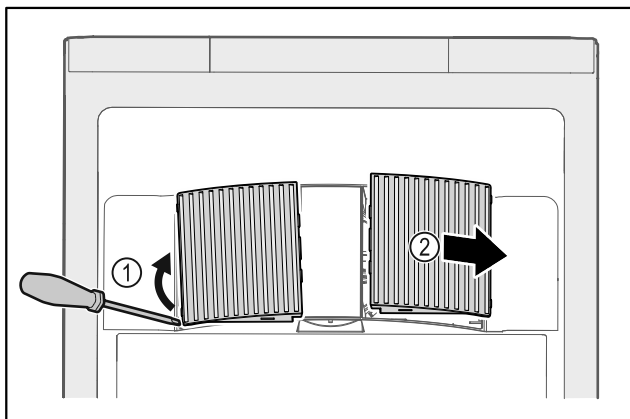

Fig. 161
- ▶ Extraire par un mouvement de levier les caches latéraux Fig. 161 (1) vers l'avant Fig. 161 (2).